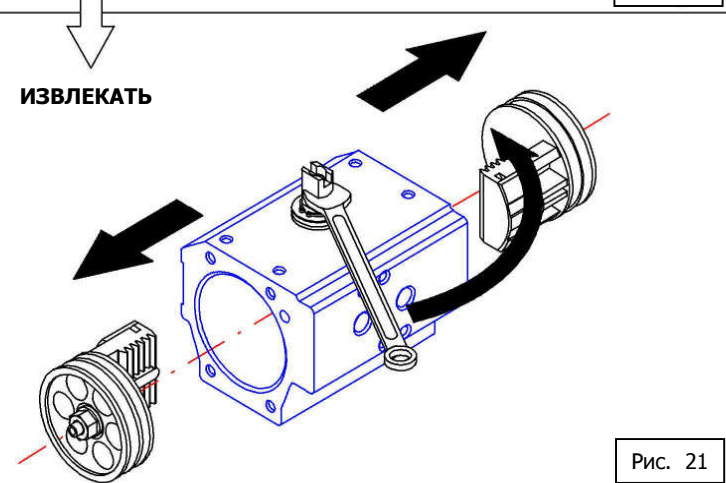

Рис. 21
**2** - Повернуть верхнюю выступающую часть приводного стержня так, чтобы можно было извлечь из него поршни. Щипцами извлечь поршни, см. Рис. 21.